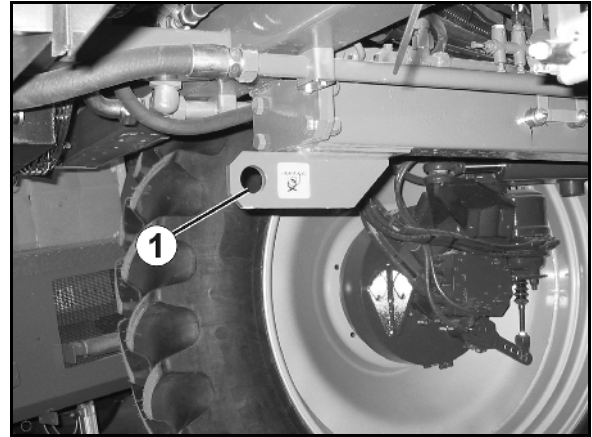

Fig. 3
- 1 point d'amarrage avant (Fig. 3/1)